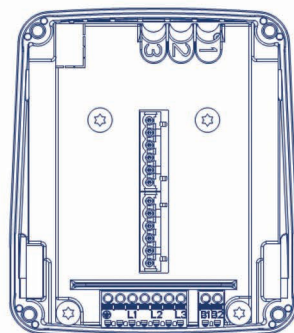

Рисунок 5. Электронное устройство без переключателя скорости
Каждый насос способен работать в некотором диапазоне трех гидравлических параметров. Для этого он оснащен встроенным электродвигателем с тремя скоростями вращения. Для достижения выбранных характеристик скорости ① ② ③ на насосе расположен переключатель скоростей (рисунок 5). Для изменения скорости верхнюю крышку необходимо снять (рисунок 1 – ПОЗ. 2), затем переместить переключатель на требуемую скорость.